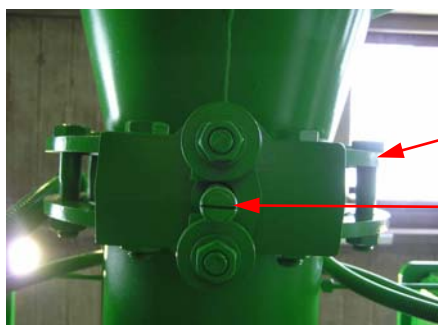

Figura 2: Eje de la clapeta en posición *cerrado*
- Poner la clapeta en la posición final de *cerrado* mediante la rueda manual del actuador (véase Figura 2)
#### ➤ Poner la clapeta en la posición final de *cerrado* mediante la rueda manual del actuador (véase Figura 2)